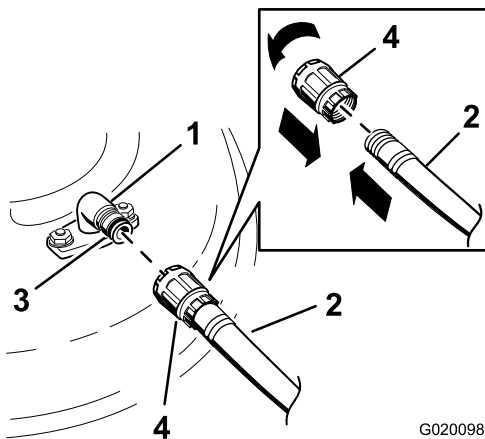

Figura 74
3. Montate il manicotto del tubo flessibile sul raccordo di lavaggio del tosaerba, quindi aprite il rubinetto per erogare un getto forte (Figura 74).